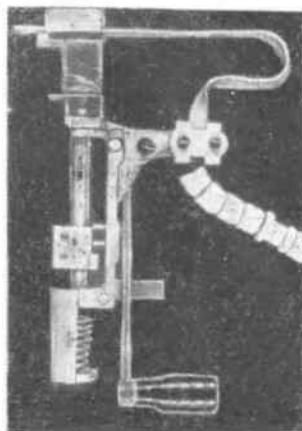

Рис. 3
**Тов. Соловьев и Кочаров** для улучшения контакта с углем и устранения обгорания зажимных контактов угледержателя предлагают установить дополнительную пластину, подающую ток непосредственно к углю (рис. 3). Ширина пластины должна быть 10 мм при толщине 1,5 мм и длине 200 мм. Измененная конструкция